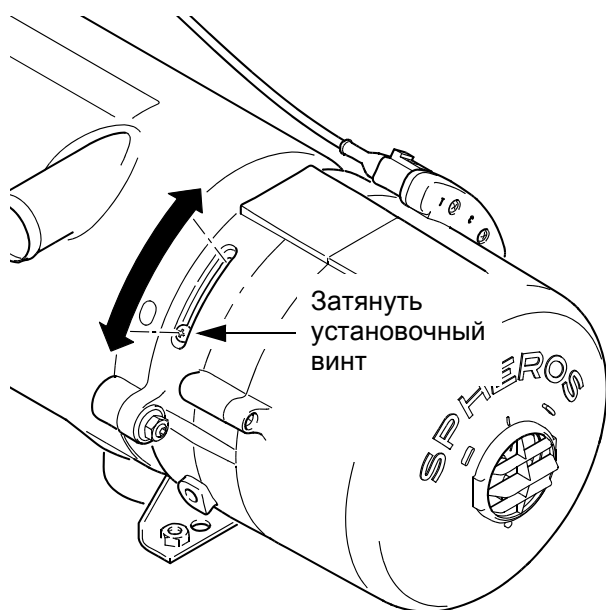

Рис. 702 Установочный винт для настройки содержания CO2
4. Ослабить установочный винт (см. Рис. 702) и сдвигать установочное кольцо с установочным винтом до достижения заданного значения.